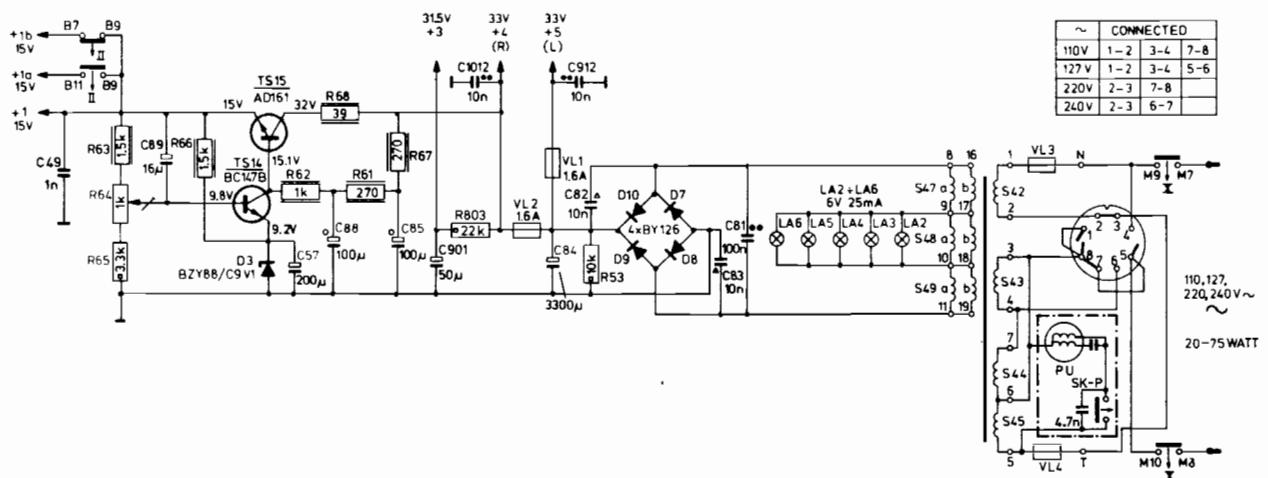

Fig. 2
- Bovengenoemde apparaten zijn ook geschikt gemaakt voor stereo 4 (zie fig. 2 en 3). Hiervoor dient de stuklijst als volgt aangepast te worden: